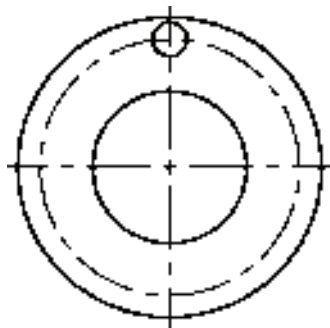

图 4-39 绘制小圆
(4) 绘制小圆 单击“绘图”工具栏中的“圆”按钮，捕捉竖直中心线与中心线圆的交点为圆心，绘制直径为“17”的圆，绘制结果如图 4-39 所示。